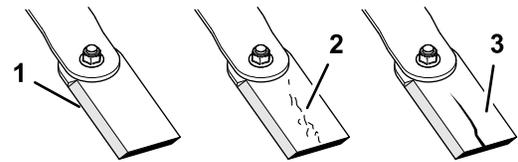

Bild 35
1. Untersuchen Sie die Schnittkanten (Bild 35).
4. Wenn Sie Rissbildung oder Verschleiß feststellen, sollten Sie sofort ein neues Schnittmesser einbauen (Bild 35).